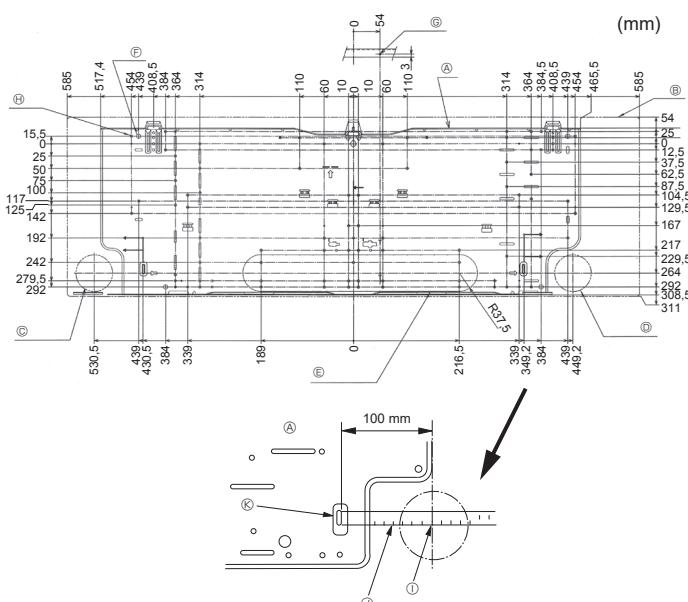

Fig. 3-2
3.2. Installering av veggfestearmatur (Fig. 3-2)